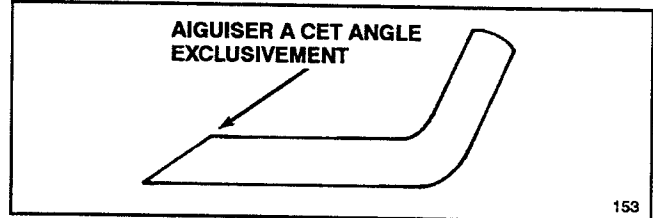

Figure 28
9. AIGUISAGE DE LA LAME—Au moyen d'une lime, aiguiser la face supérieure de la lame (face tournée vers le haut du carter de tondeuse) en veillant à conserver l'angle de coupe original (Fig. 28). Limer la